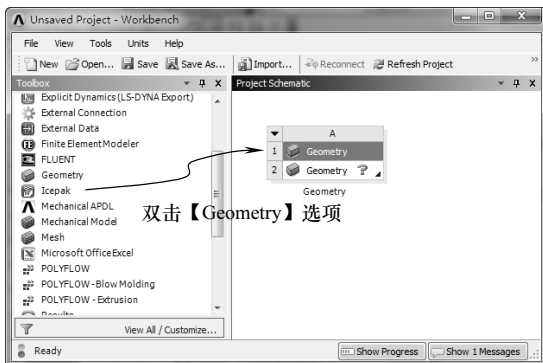

图 7-12 创建分析项目 A
3) 双击【Toolbox (工具箱)】中【Component Systems】下的【Geometry】选项，即可在【Project Schematic (项目管理区)】创建分析项目 A，如图 7-12 所示。